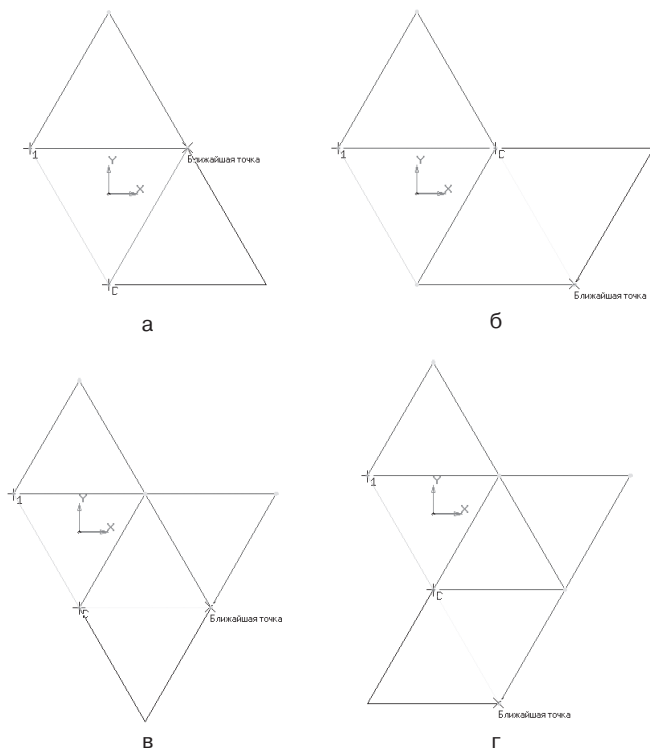

Рис. 383
- и укажите новое положение базовой точки (ближайшая точка). Зафиксируйте фантом. Продолжите работу согласно данному алгоритму (рис. 383);